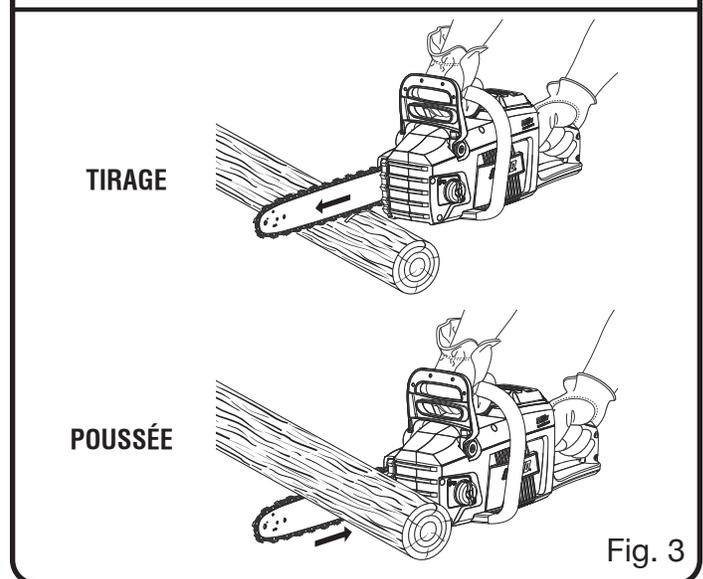

Fig. 3
- Poussee et tirage - La force de réaction s'exerce toujours dans le sens opposé à la rotation de la chaîne, au point de contact avec le bois. Par conséquent, l'opérateur doit être prêt à contrôler la TIRAGE lorsque la coupe est effectuée avec le bas du guide et la POUSSÉE lorsque la coupe est effectuée avec le haut du guide. *Voir la figure 3.*